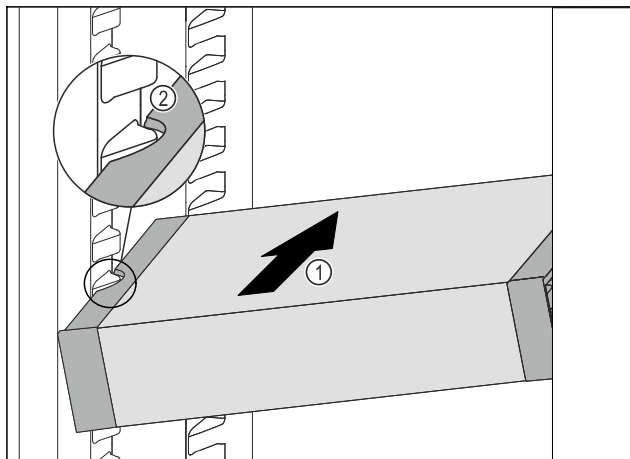

Fig. 109
- Zasuňte VarioSafe do chladničky pod úhlem tak Fig. 109 (1), aby vybrání na bocích Fig. 109 (2) VarioSafe byla na úrovni žebrování na nádoby v chladničce.